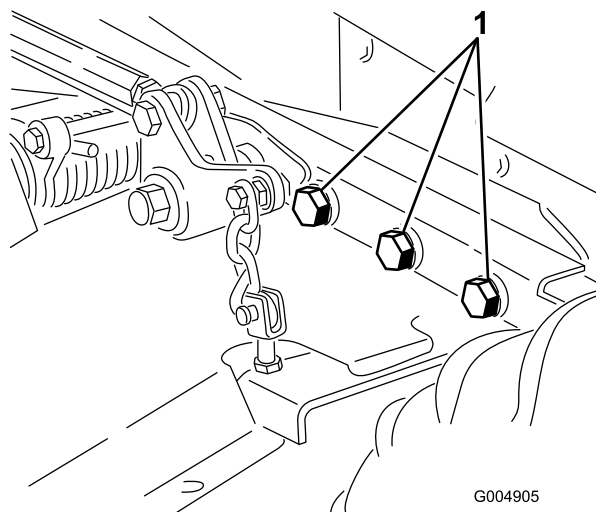

図 58
5. ボルトナット類にゆるみがないか点検し、必要な締め付けを行う。刈り込みデッキをトラクションユニットに固定しているボルト6本をトルク締めする $359\text{ N}\cdot\text{m}$ $36.7\text{ kg/cm}^2 = 265\text{ ft}\cdot\text{lb}$ 図 58。